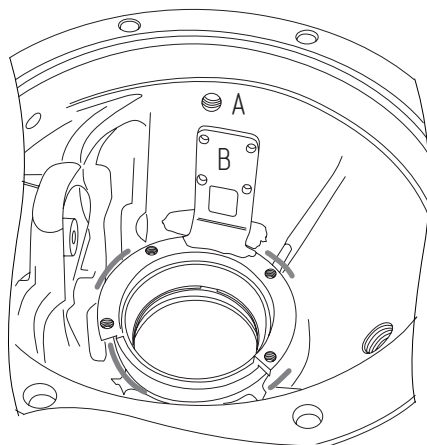

Рис. 3
3. Поставьте корпус подшипника [2.1] на дно картера моста. Расположите его таким образом, чтобы центр отверстия для подвода воздуха **A** проецировался на левую грань кронштейна подшипника **B**. Для этого вставьте трубку [6] в отверстие **A**. Трубка должна проходить строго по левой грани кронштейна, не упираясь в него (**Рис. 3**):
4. Разметьте на рёбрах картера моста места для доработки, а также тот участок картера моста, который предстоит доработать для последующей установки актуатора [2.2]. Для этого обведите корпус подшипника маркером по внешнему контуру (на **Рис. 3** выделено серым).